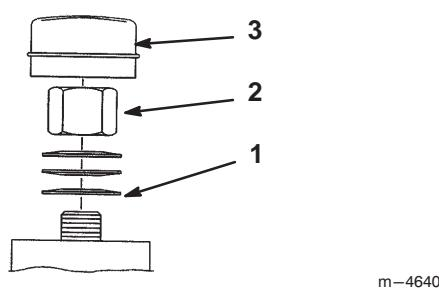

Figure 55
2. Déposez le capuchon anti-poussière de la roue et serrez le contre-écrou (Fig. 55).
3. Continuez de serrer jusqu'à ce que les rondelles élastiques soient aplatis, puis desserrez de 1/4 de tour pour régler la précharge correcte des roulements (Fig. 55).
Important Veillez à installer les rondelles comme indiqué à la Figure 55.